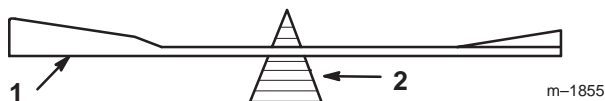
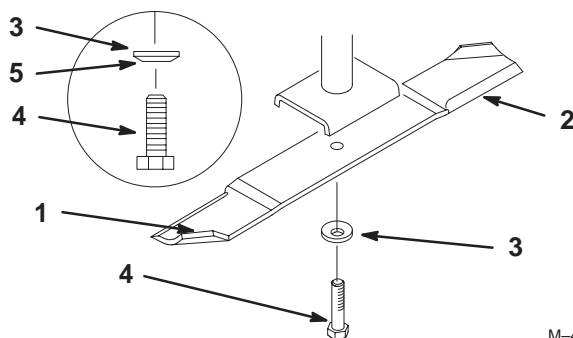

Figure 32
Figure 33
1. Tenez la lame à son extrémité avec un chiffon ou un gant épais. Retirez le boulon, la rondelle élastique et la lame de l'axe de la lame (Fig. 33).
2. Vérifiez l'équilibre de la lame en la plaçant sur un équilibreur (Fig. 32). Si la lame reste horizontale, elle est équilibrée et peut être utilisée. Si la lame est déséquilibrée, limez un peu l'extrémité de la partie incurvée seulement (Fig. 33). Vérifiez de nouveau et répétez la procédure jusqu'à ce que la lame soit équilibrée.
1. Placez la lame sur l'axe (Fig. 33).
2. Installez la rondelle élastique et le boulon de la lame (Fig. 33). **Serrez le boulon de la lame à 115–150 Nm (85–110 pieds/livres).**